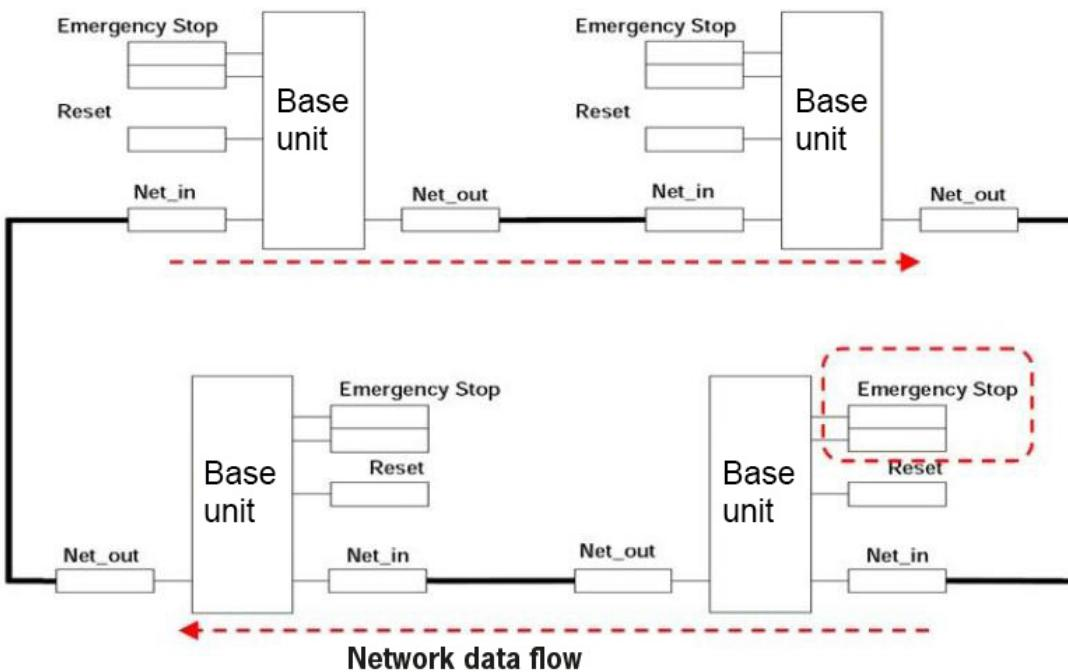

Figura 207: Ejemplo de aplicación de red
**Condición 1:** para la conexión, véase la Figura 207:
4. Como resultado final, la SALIDA de todos los nodos conectados será “1” (TRUE) si las distintas entradas (IN) adoptan el estado “1” (TRUE).
**Condición 2:** si en uno de los cuatro nodos se pulsa el interruptor de parada de emergencia, véase la Figura 207:
**Condición 3:** si la entrada IN del bloque de función NETWORK comuta al estado “0” (FALSE) en uno de los cuatro nodos, véase la Figura 207